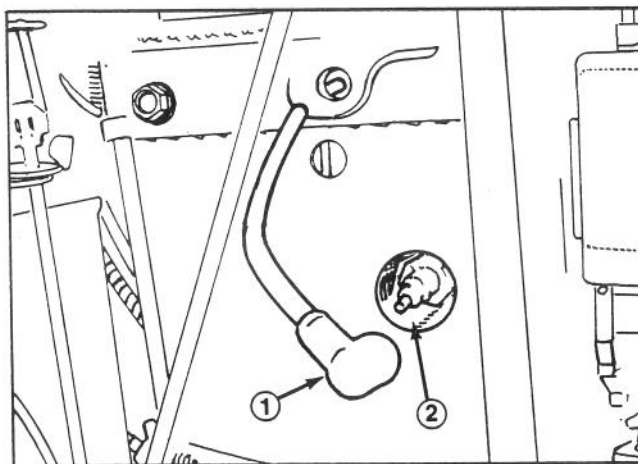

Fig. 4
Per impedire che il motore si avvii accidentalmente in sede di manutenzione, spegnete il motore, togliete la chiave di accensione e togliete il cappellotto dalla candela di accensione (Fig. 4). Accertatevi che il cappellotto non sfiori accidentalmente la candela.
2. Spegnete il motore e togliete il cappello della candela di accensione (Fig. 4).